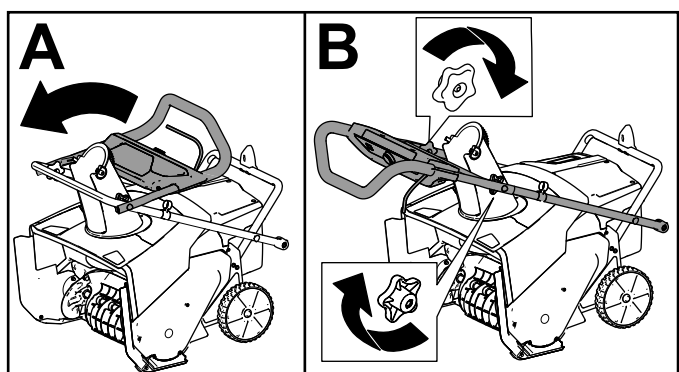

Figure 3
2. Dépliez la partie supérieure du guidon et enclenchez les boutons en place (A de la Figure 3).
3. Serrez les boutons du guidon (B de la Figure 3).